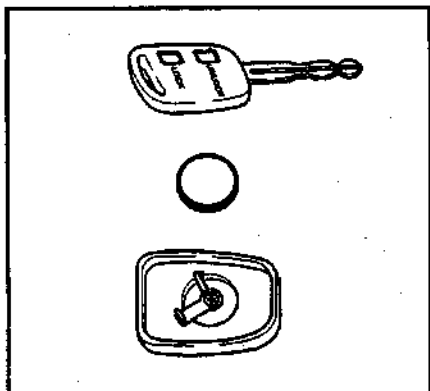

Рис. 9. Установка батареи в корпус передатчика, расположенный в головке ключа
2. Извлеките батарею и установите новую, ориентируя ее символом (+) вниз (рис. 9).